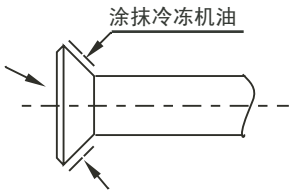

图 5.1
- b. 在拧紧扩口螺母之前，在管道扩口处外表面和连接螺母锥面上涂抹冷冻机油（必须使用与该机型冷媒兼容的冷冻机油），并先用手拧紧3~4圈（见图5.1）；